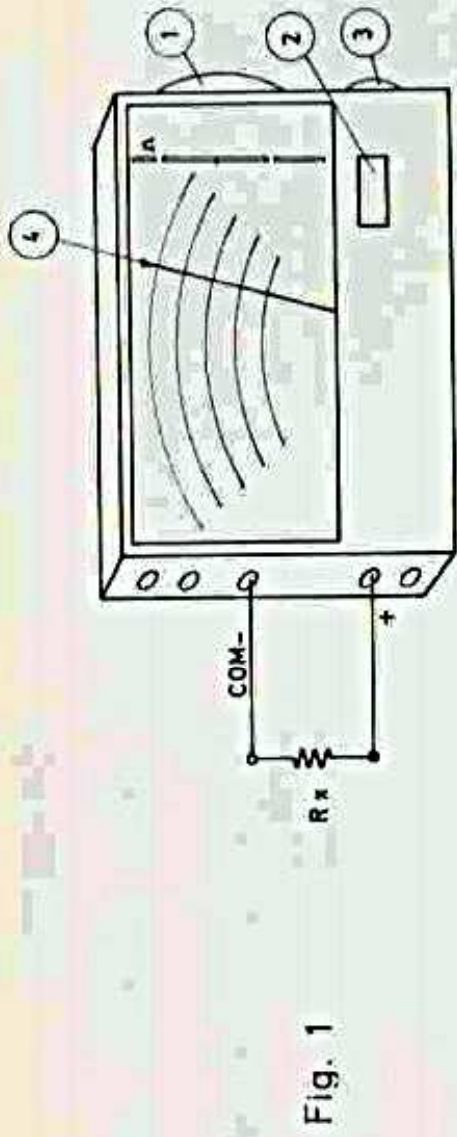

Fig. 1
- Agir sur le sélecteur latéral (1) pour afficher le calibre désiré dans la fenêtre (2).
- Effectuer le branchement indiqué Fig. 1 (les douilles de mesure sont rappelées sur le cadran).